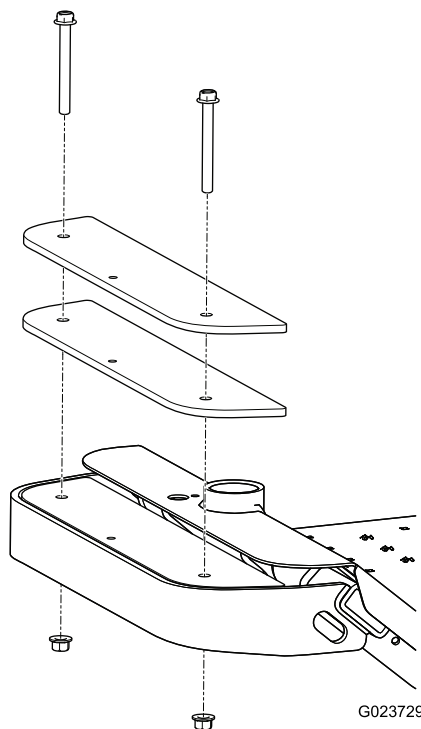

Figure 13
1. Retirez les 2 boulons et les 2 écrous qui fixent les masses existantes à l'avant de la machine (Figure 13).